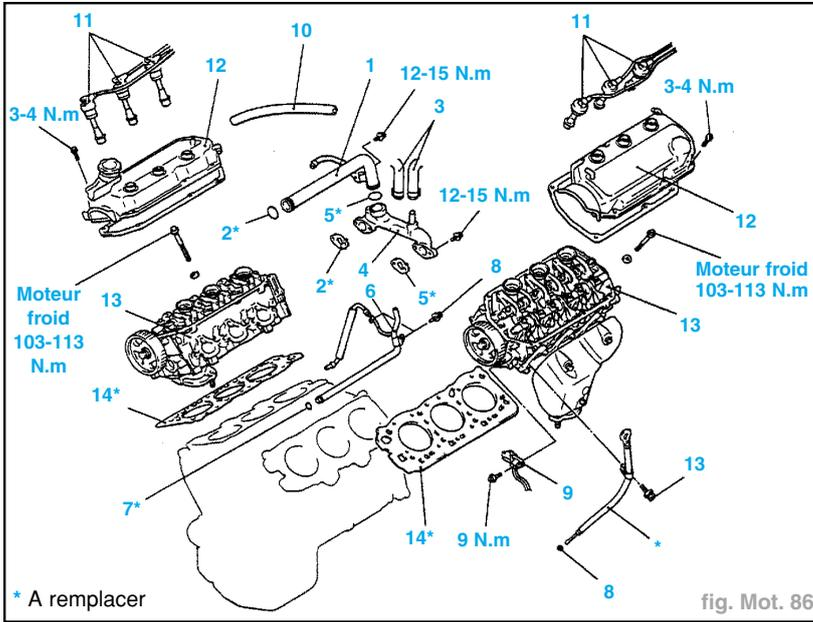

fig. Mot. 86
- Procéder à la dépose (fig. Mot. 86) dans l'ordre suivant :